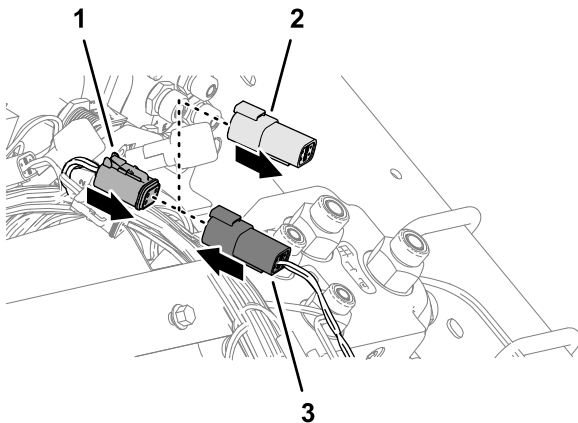

Bild 92
4. Entfernen Sie die Kappe von dem 4-poligen Anschluss des GeoLink-Kabelbaums mit der Beschriftung CAN 1 ISOBUS (Bild 92).
Anschluss mit der Beschriftung CAN 1 ISOBUS (Bild 92).